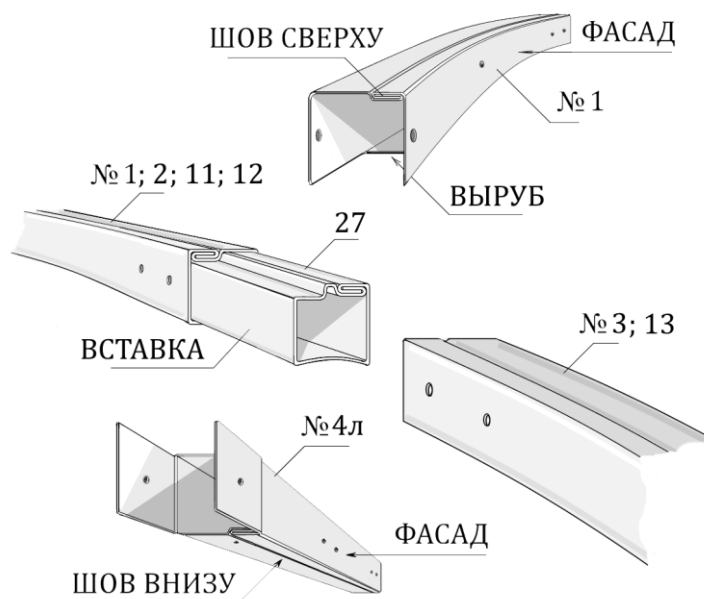

Рис. 5
Стрельчатые арки и стрингера теплицы изготовлены из замкнутой оцинкованной квадратной трубы 25х25мм. Соединяются дуги в арках и стрингера при помощи вставок (рис.5). Соединения дуг в арках усилены П-образными радиусными накладками. Арки несущего каркаса расположены на расстоянии 1м друг от друга, а стрельчатая форма теплицы более устойчива к снеговым нагрузкам, вследствие чего не требуется снятия поликарбоната в зимний период.
4. Соединение деталей выполняется саморезами 4,2x16, а так же при помощи косынок №31, уголков $\perp 90^\circ$ №30, вставок №27 и вставок №29 (рис.5).